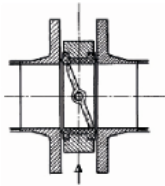

Abb. 1
1. Die Absperrklappe im Auslieferungszustand zwischen die Flansche schieben. Falls in einer fertigen Rohrleitung die Flansche zu eng zusammenstehen, müssen diese mittels Spreizgerät so weit auseinandergedrückt werden, dass die Klappe mit leichtem Spielraum eingesetzt werden kann (s. Abb.1).